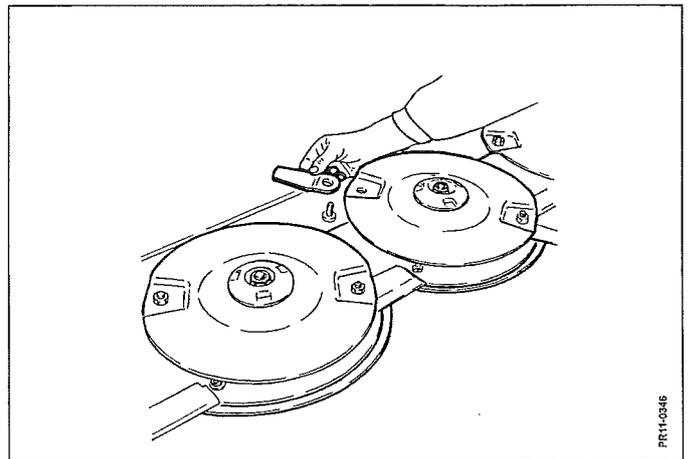

Fig. 5-4
- Fig. 5-4 Um ein zufriedenstellendes Arbeitsergebnis zu erreichen ist es wichtig, daß Messer und Gegenschneide in Ordnung und scharf geschliffen sind. Der Messerwechsel geschieht indem die Messerbolzen abgebaut und nach unten raus aus der Scheibe gezogen werden. Dies geschieht nur wenn das Messer in der hinteren Position ist. Das alte Messer entfernen und das neue Messer mit dem Messerbolzen anbauen. Die Messer können beidseitig genutzt werden, indem die Messer von einer Scheibe zu einer anderen Scheibe mit umgekehrter Umlaufrichtung umgezogen werden.